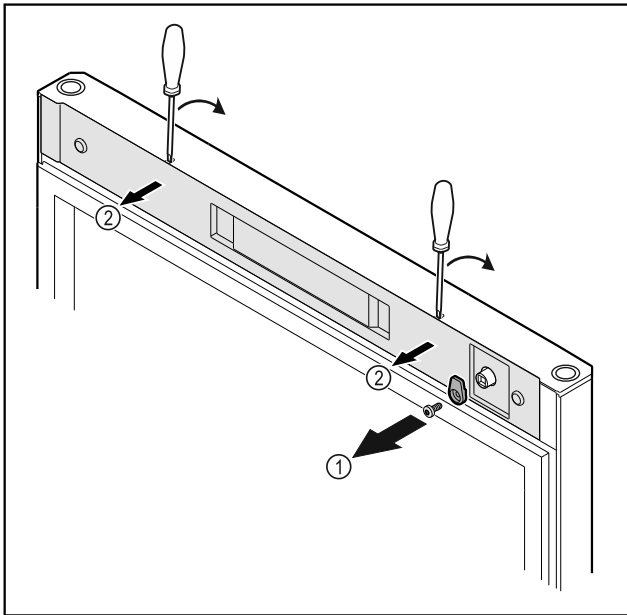

Fig. 20
- ▶ Desatornillar el gancho de cierre Fig. 20 (1).
- ▶ Desencajar la cubierta Fig. 20 (2) con un destornillador pequeño y retirarla.